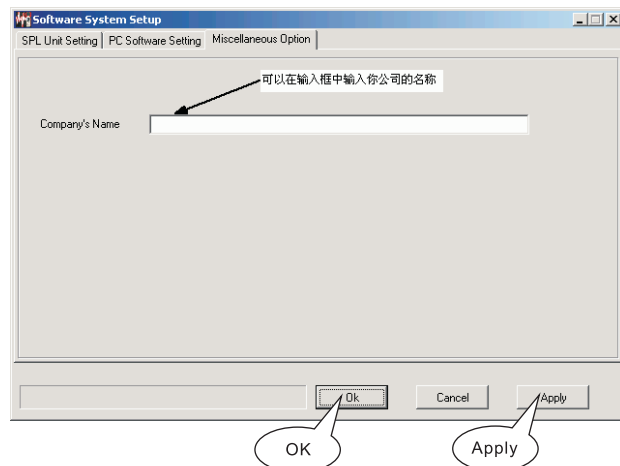

图30
► 点击“Miscellaneous Option”选项页，出现页面如图30：（点击“Apply”或“OK”确认）